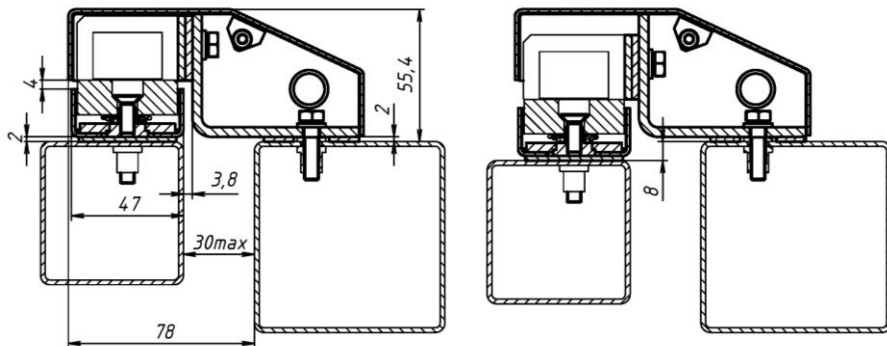

Рисунок 3
Корпус замка монтируется на кронштейне через пластины корпуса (5) болтами М6х30 (10) с шайбами (14 и 15). Корпус замка можно закрепить на кронштейне так, что плоскость створки и стойки будет расположена на одном уровне или со смещением 8мм (см. рисунок 3).